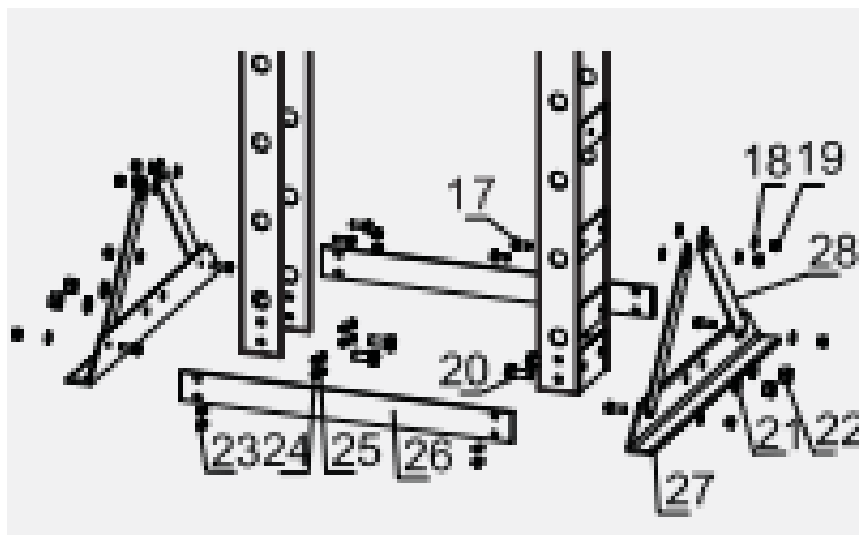

Рисунок 3
3. Поднимите опорные стойки в вертикальное положение. Подставьте опоры (27) и стяжки (26) к опорным стойкам. Смонтируйте на опорных стойках стяжки (26) используя болты (23), шайбы (24) и гайки (25). Совместите отверстия под болты в опорных стойках и опорах (27). Вставьте болты (20) через опоры и опорные стойки, затем закрутите через шайбы (21) гайки (22). Прикрепите косынки (28) к опорным стойкам и опорам,
используя болты (17), шайбы (18), и гайки (19). См. Рисунок 3.